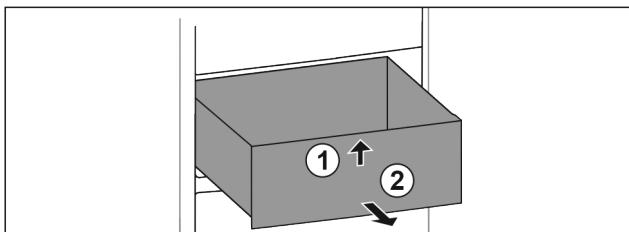

Fig. 22
- Приподнимите выдвижной ящик спереди. Fig. 22 (1)
- Извлеките выдвижной ящик движением вперед. Fig. 22 (2)